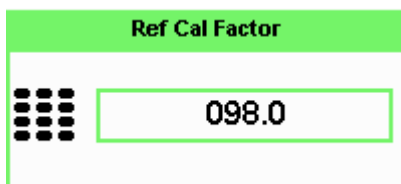

Abbildung 5-3 Popup-Fenster „Reference Calibration Factor“ (Referenzkalibrierfaktor)
- 4 Drücken Sie zum Ändern der Einstellungen den Softkey **REF CF** für den Kanal. Das Popup-Fenster mit dem Referenzkalibrierfaktor wird angezeigt. Siehe Abbildung 5-3. Geben Sie über die Zifferntasten den erforderlichen Wert im Popup-Menü **Ref Cal Factor** ein.